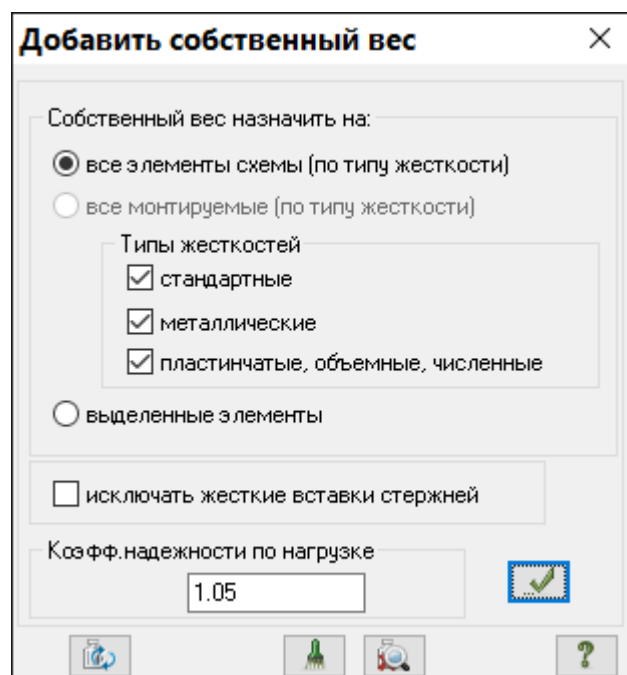

Рис.8.15. Диалоговое окно **Добавить собственный вес**
- Щелчком по кнопке  – **Добавить собственный вес** (панель **Нагрузки** на вкладке **Создание и редактирование**) вызовите диалоговое окно **Добавить собственный вес** (рис.8.15).